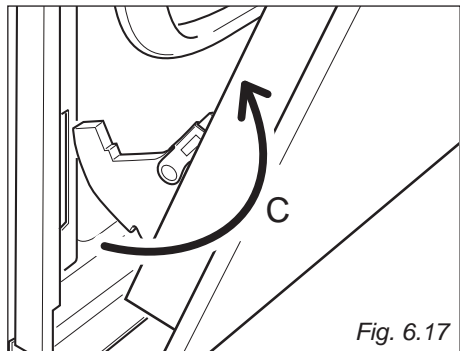

Fig. 6.17
- Estrarre i ganci delle cerniere (destra e sinistra) dal loro alloggiamento (freccia "C" - fig. 6.17).